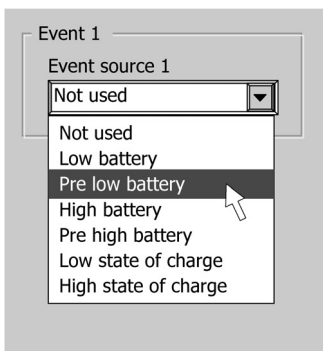

Abbildung 14
- 3 Klicken Sie auf das Pull-down-Menü und wählen Sie das Ereignis unter der Befehlsquelle, das eine Maßnahme auslösen sollte (Beispiel: Vorwarnung Niedrige Batteriespannung) (Abbildung 14)